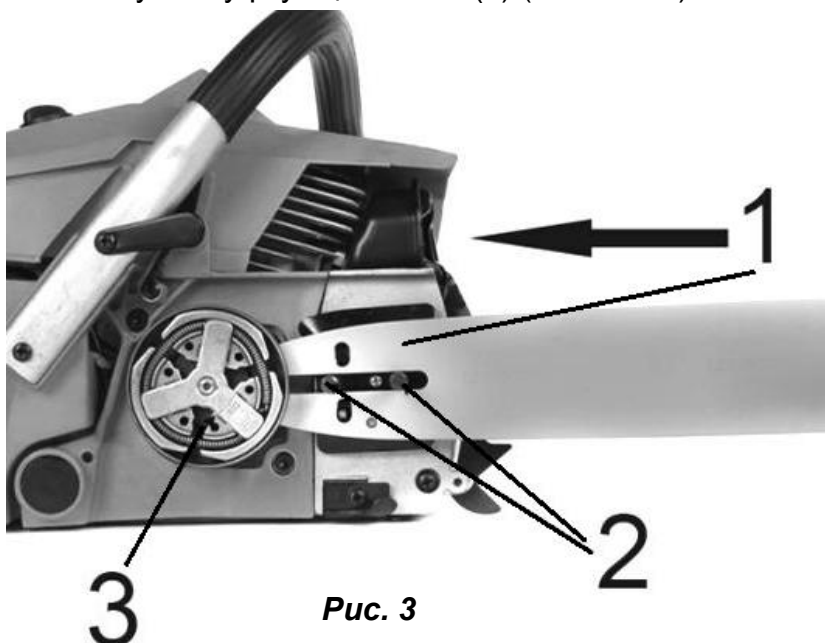

Рис. 3
1. Установите пазовую часть пильной шины (1) на шинные болты (2). Передвигайте шину за муфту сцепления (3) (см. Рис. 3).